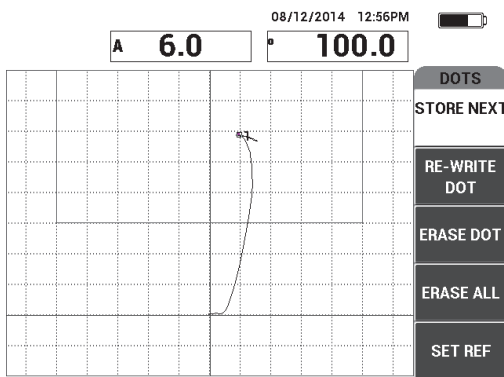

Рис. 6-48 Регистрация первой точки
6. Нажмите **СОХР. СЛЕД.** (клавиша A) для записи первой точки (см. Рис. 6-48 на стр. 169).